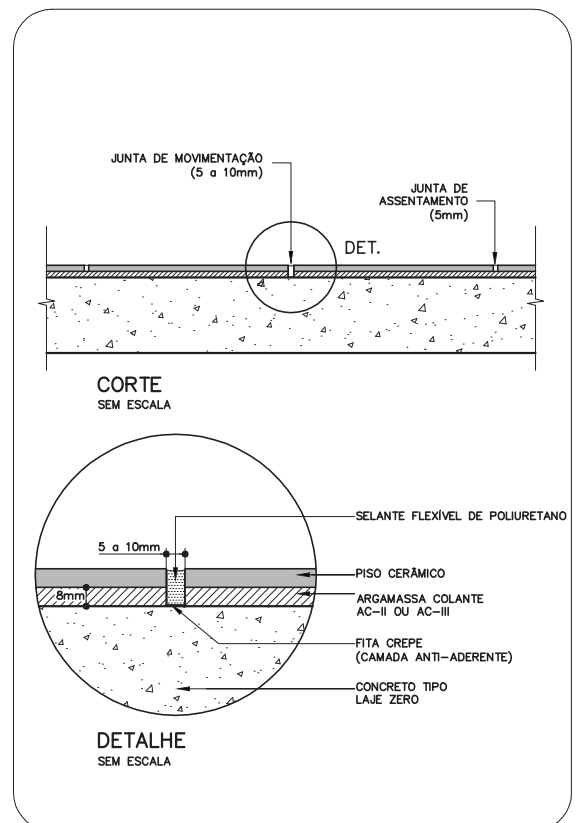

Figura 4:
- » juntas de movimentação devem aprofundar-se somente na argamassa de assentamento. Colar fita “crepe” no leito das juntas formando uma camada anti-aderente em todo o fundo. (Ver figura 4).